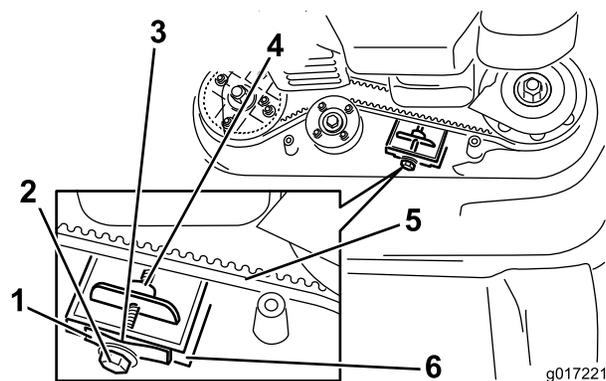

Рисунок 36
**Примечание:** Если имеется видимый зазор между измерителем зазора и пружиной, затяните регулировочный болт и гайку до момента, когда бумага только начнет свободно входить в зазор и выходить из него (Рисунок 36).